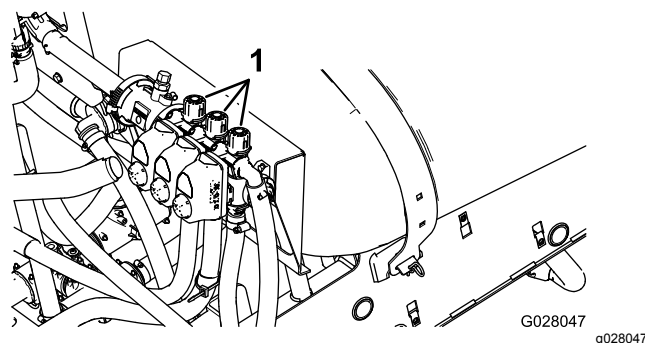

図 84
14. 中央ブームバイパスバルブ 図 84 を使って、先ほどと同じ水圧一般的には 2.75 bar = 2.8 kg/cm² = 40 psi に調整する。